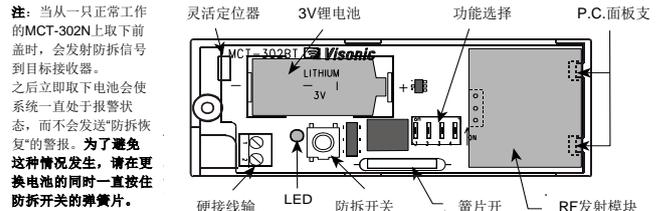
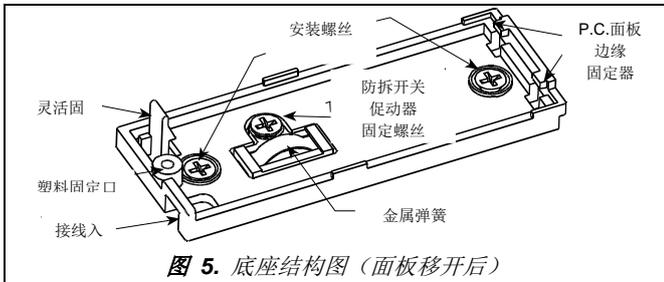

图 1. MCT-302N结构图 (带面板)
图 5. 底座结构图 (面板移开后)
C. 将面板从底座中的面板固定器中取出 (见图1，图5)。当心面板一边的簧片开关上的玻璃！
注! MCT-302N面板下也有一防拆开关，开关实际上为金属薄片，较松地安装在底座上。(见图5)